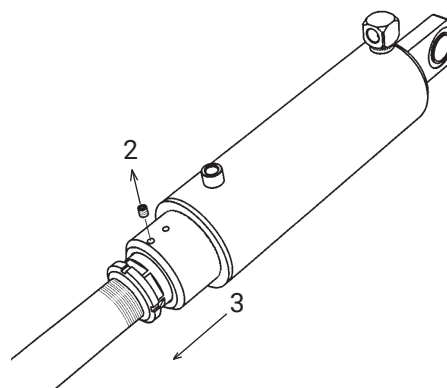

Bild 39. Justera anslaget.
2. Lossa anslagets låsskruv (2). Skruva anslaget helt tillbaka i riktning mot lyftbryggan (3). Se Bild 39.